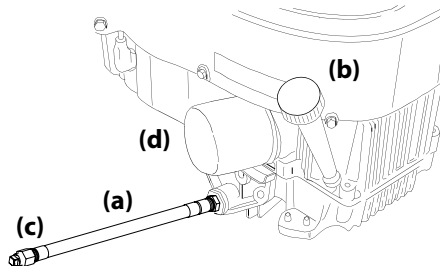

Figura 4-1
2. Ubique la manguera de drenaje de aceite (a) del lado derecho del motor. Vea la Figura 4-1.
4. Mientras sostiene el extremo libre de la manguera de drenaje de aceite (a) sobre el recipiente de recolección de aceite, desatornille el tapón de cabeza cuadrada del extremo de la manguera. Vea la Figura 4-1. Drene el aceite del motor dentro del recipiente.